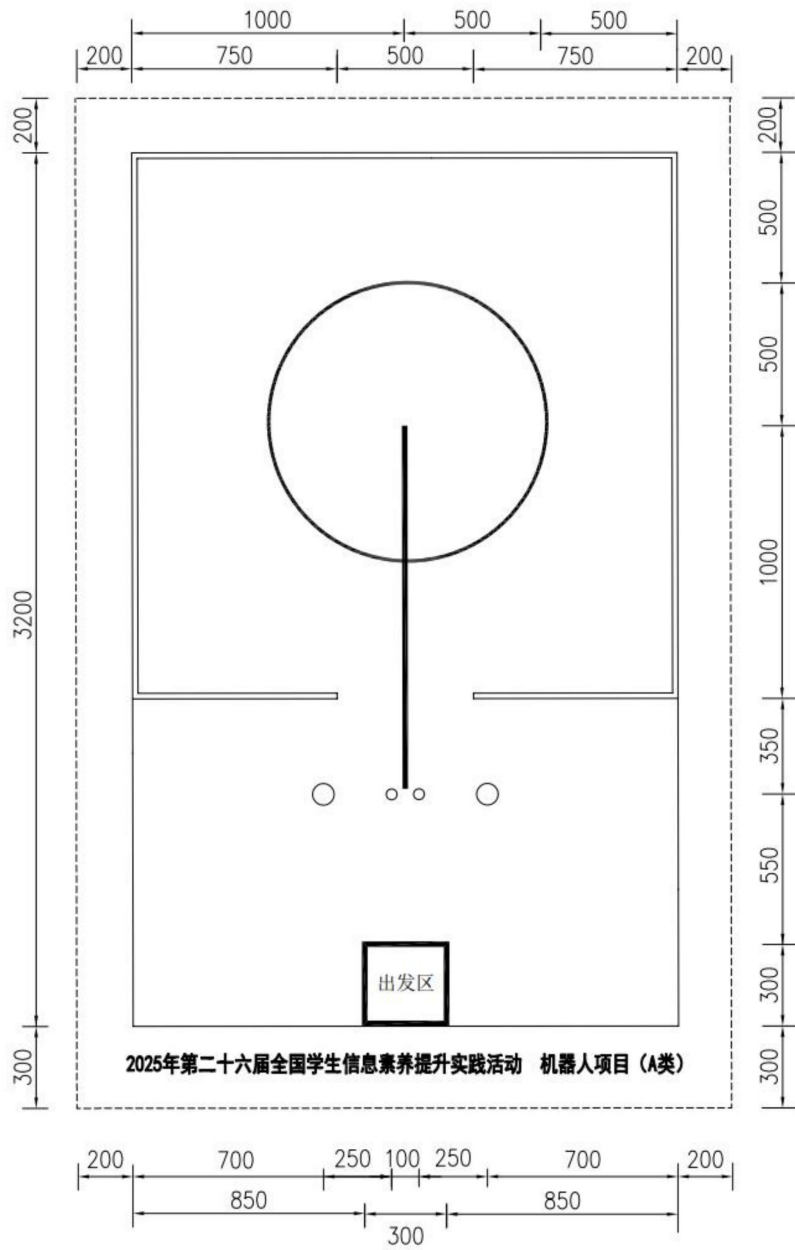

图1 场地俯视示意图
1.1 展示场地为大小约 $3200\text{mm}\times 2000\text{mm}$ 的喷绘地图（以现场提供为准），圆与线段均为黑色且宽度约为 20mm ，如图1所示。